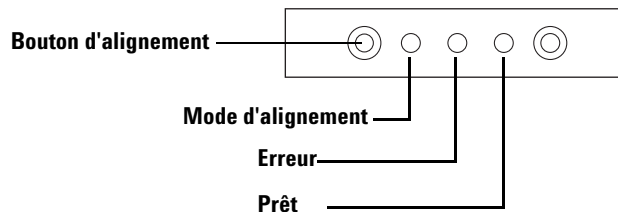

Figure 73 Alignement du porte-échantillons
- 1 A l'aide d'un objet long et fin (la pointe d'un stylo par exemple), enfoncez le bouton d'alignement situé à gauche des voyants. Faites attention de ne pas trop enfoncer le bouton renfoncé (voir Figure 73).